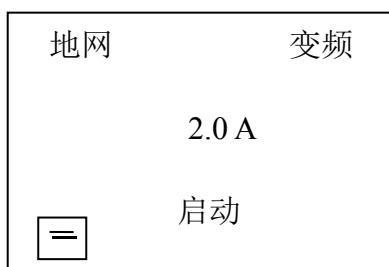

图 3
3.1、打开电源开关，计算机进行自检，液晶屏显示中文主菜单如图 3 所示。
4.5、手动打印: 仪器测试完毕,出现图 7 所示的界面.按 **→** 键可以在“**打印**” , “**退出**”之间选择.如果选择“**打印**” ,按一下“**确认**”键,就会打印结果.如果选择“**退出**” ,按“**向下**”键是把试验结果储存起来, 但一定要输入相对应的编号 (三位数字显示),按一下“**确认**”键,就会返回初始界面如图 3 所示, 当光标在“**启动**”上时, 按“**向下**”查看储存的试验结果。